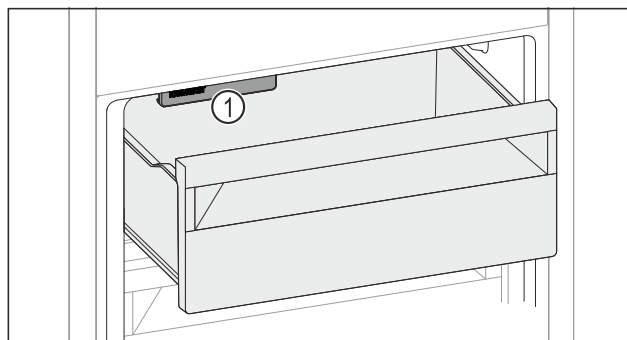

Fig. 158
- Внимавайте за IceMaker Fig. 158 (1).